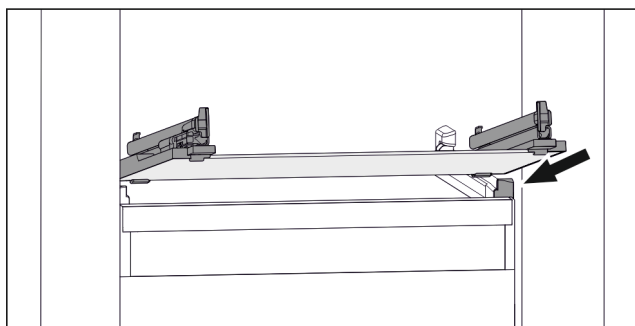

Fig. 75 Vejledende visning af glaspladen
- Sæt glaspladen skråt bag stoppene. (se Fig. 75)